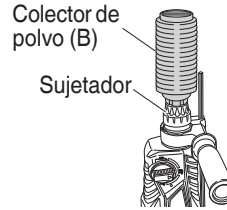

Fig. 5
7. Cuando instale la copa de polvo o el lector de polvo (B) (Accesorios facultativos) (Fig. 4, Fig. 5)
- Cuando emplee un martillo perforador para trabajos de taladrado hacia arriba, extraiga el adaptador de recolección de polvo e instale una copa de polvo o un colector de polvo (B) para recolectar las partículas a fin de facilitar la operación.
- Instalación del colector de polvo (B)
- Para emplear el colector de polvo (B), insértelo desde la punta de la broca alineándolo con la ranura de la empuñadura. (Fig. 5)